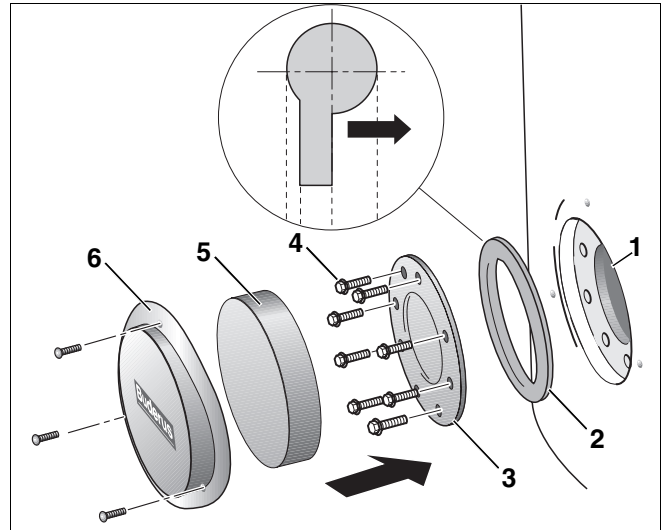

Abb. 13 Reinigungsöffnung montieren
- Neue Handlochdeckel-Dichtung (Abb. 13, **Pos. 2**) in die Reinigungsöffnung (Abb. 13, **Pos. 1**) legen. Dabei die Einbaurichtung der Handlochdeckel-Dichtung beachten: Die Einprägung „Deckelseite“ muss zum Handlochdeckel zeigen.
- Sechskantschrauben (Abb. 13, **Pos. 4**) in den Handlochdeckel (Abb. 13, **Pos. 3**) handfest eindrehen.
- Wärmeschutzscheibe (Abb. 13, **Pos. 5**) einlegen und Handlochdeckelabdeckung (Abb. 13, **Pos. 6**) montieren.